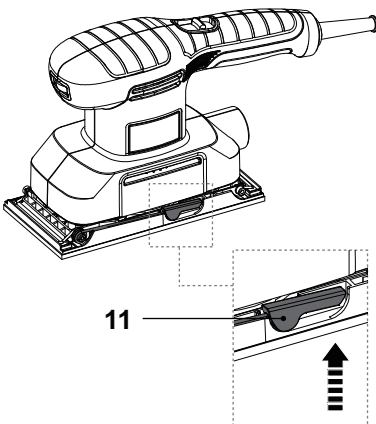

Fig. 3
- > Tirez le levier de serrage (11) vers le haut pour le désenclencher (Fig. 3).